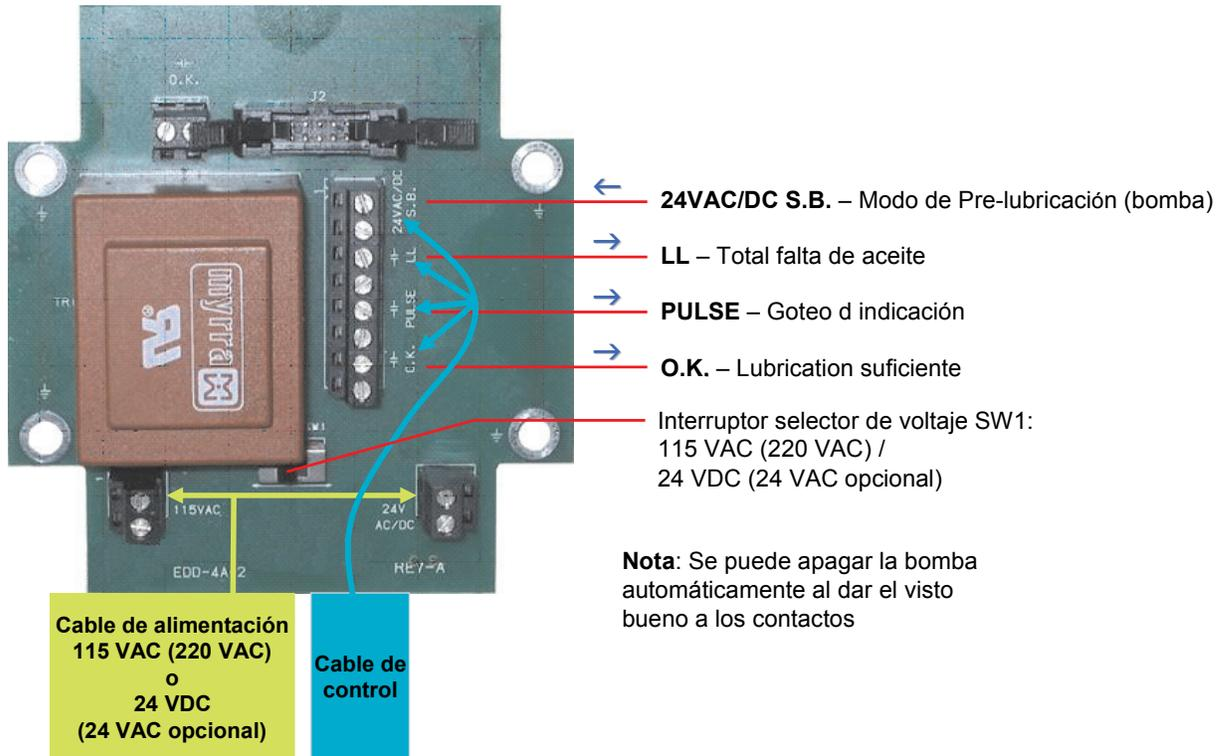
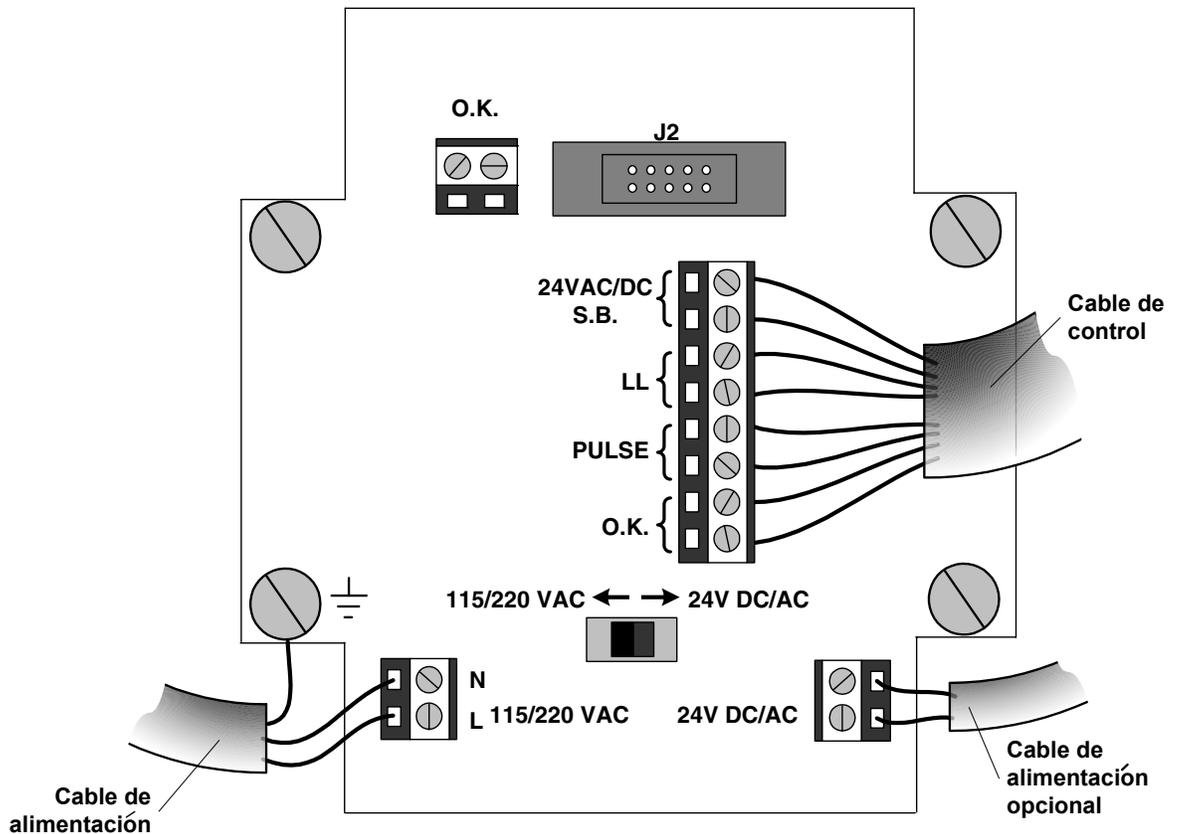
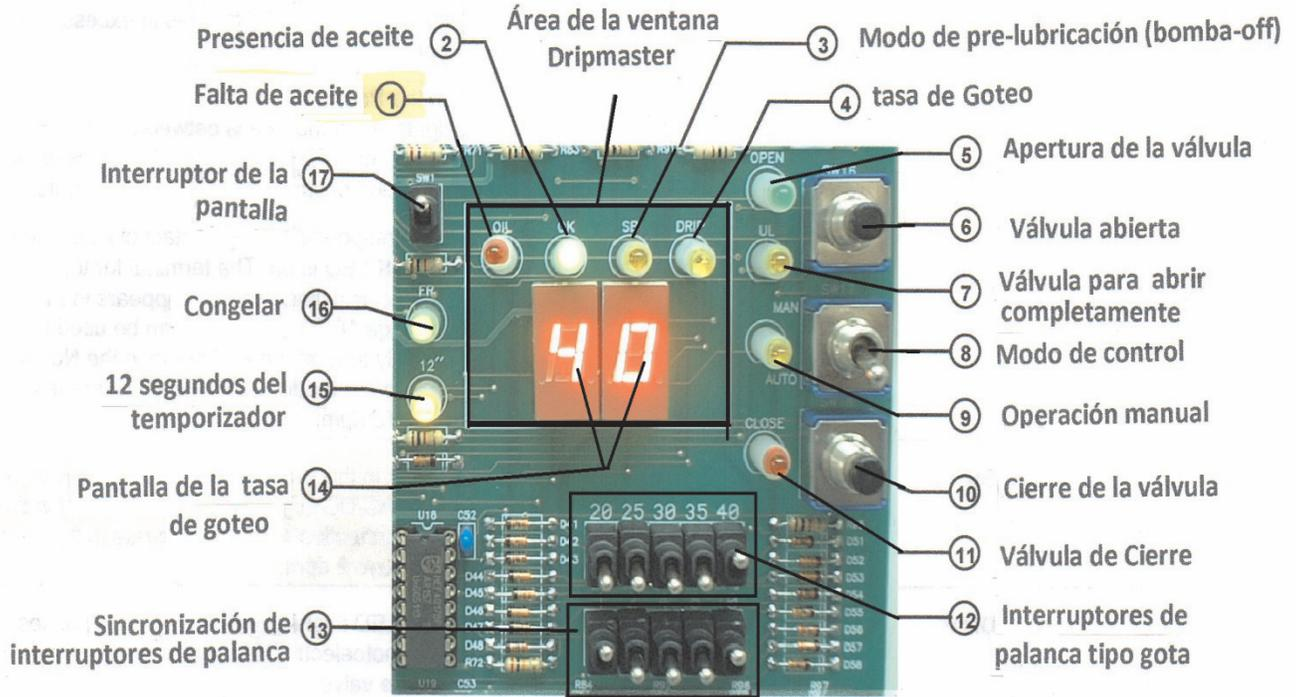

Figura 5: Caja de conexión – Terminales eléctricos: 115 VAC de unidades mostradas
Figura 6: Caja de conexión PCB – Diagrama de cableado
Figura 7: Panel de control del Dripmaster
| Figura 5: Caja de conexión – Terminales eléctricos: 115 VAC de unidades mostradas | 9 |
| Figura 6: Caja de conexión PCB – Diagrama de cableado..... | 10 |
Cablear la caja de conexión según lo indica la Figura 5. Las conexiones se describen en detalle en la Tabla 1 en la página 11.
1. Ajuste el interruptor SW1 que se encuentra justo debajo del transformador de energía de la línea (115 VAC o 220 VAC) o 24 V DC / AC, de acuerdo a los requerimientos del usuario. Ver Figura 5.
| Cable o Terminal (Figura 5 or Figura 6) | Indicador LED (Figura 7) | Función |
| 24VAC/DC S.B. – Modo de Pre-lubricación | SB | Cuando se aplican 24 V CC / CA a estas terminales, el Dripmaster cambia al modo de pre-lubricación (bomba). La tasa del Dripmaster es de 2 dpm en este modo. El LED SB (punto 3 en la Figura 7 también se enciende. Consulte la página 13). |
| LL – falta total de hidrocarburos de petróleo | ACEITE | Un contacto seco que se cierra cuando se produce una falta total de la condición del aceite. El LED del aceite (punto 1 de la Figura 7) también se enciende. Ver página 13. |
| O.K. – Lubricación suficiente ¹ | OK | Un contacto seco se cierra cuando al menos 15 dpm de aceite están presentes. Este contacto se cierra cuando el OK del LED (punto 2) está encendido, como se puede ver en la Figura 7. Véase la página 13. |
1. El Dripmaster está en el modo de pre-lubricación (bomba en apagado; “off”) y el goteo en 2 dpm. Cuando la bomba se enciende, el Dripmaster deja de estar en el modo de pre-lubricación, pero cambia al modo normal (los 24 V aplicados a las terminales SB que se muestran en la Figura 6 se han eliminado).
| Número de ítem (Figura 7) | Nombre | Control e Indicador LED | Función |
| 1 | Aceite | Rojo | <p>Si la válvula está completamente cerrada, las luces indican una ausencia total de aceite. Un contacto de relé correspondiente se cierra cuando este LED está encendido. La terminal de este contacto se llama LM (“límite menor”, LL en inglés) y aparece en la Figura 5, en la página 9.</p> <p>Este LED requiere que el usuario restablezca el sistema después de resolver el problema de la escasez de aceite (Vea el “Restablecimiento del Dripmaster” en la página 16).</p> |
| 2 | OK | Verde | <p>Indica que la cantidad de aceite que se suministra es suficiente si la bomba del pozo está encendida o apagada.</p> <p>En el modo normal (en la bomba encendida), esto corresponde a las tasas de goteo del aceite por encima de los 15 dpm.</p> <p>En el modo de pre-lubricación (bomba apagada) los LED se encienden cuando la tasa es de entre 1 y 15 dpm. El LED se apaga cuando se produce una falta total del aceite, y luego el LED de aceite se ilumina para indicarlo.</p> <p>Un contacto de relé correspondiente se cierra cuando el LED OK está activado. El terminal para este contacto se llama OK y aparece en la Figura 5 en la página 9. Este terminal se puede utilizar directamente para apagar el modo de posición normal de la bomba (bomba en posición on), cuando las tasas de goteo están a menos de 15 dpm.</p> |
Asegúrese de que el modo de control del interruptor de palanca SW17 esté en la posición AUTO más baja (ítem 8 de la Figura 7), de modo que el Dripmaster establezca automáticamente la velocidad de goteo preestablecido. Al final de cada intervalo de 60 segundos, es dada una pequeña orden de corrección, sólo si existe una desviación de la tasa de goteo preestablecida deseada.
Durante el funcionamiento normal (cuando la bomba está funcionando bien), la tasa de goteo es seleccionable para las tasas de goteo de 20, 25, 30, 35, o 40 gotas / minuto (Figura 7).
Los **indicadores LED de abierto y cerrado** señalan si la válvula de aguja se abre o cierra. Ver los ítems 5 y 11 en la Figura 7, de la página 13.
Para seleccionar el modo de pre-lubricación, deben aplicarse 24 V DC / AC a las terminales de SB en la caja de conexiones (Figura 5). En este modo, la tasa de goteo se ajusta automáticamente a 2 dpm.
Seleccione el modo manual al cambiar el interruptor de modo a la posición "manual" –**MAN**– superior (Figura 7). Este modo desactiva los circuitos del control electrónico, y le permite al operador poder modificar el ritmo de goteo mediante el uso del botón pulsador en posición de apertura de válvula (manual) y cierre de válvula (manual).
Una pantalla de dos dígitos es visible en la ventana de visualización del Dripmaster (véase la Figura 7 en la página 13)—Se trata de un contador de goteo que se congela durante seis segundos por cada intervalo de un minuto, indicando el número de gotas aplicadas durante el minuto anterior (modo de congelación; “freeze”).